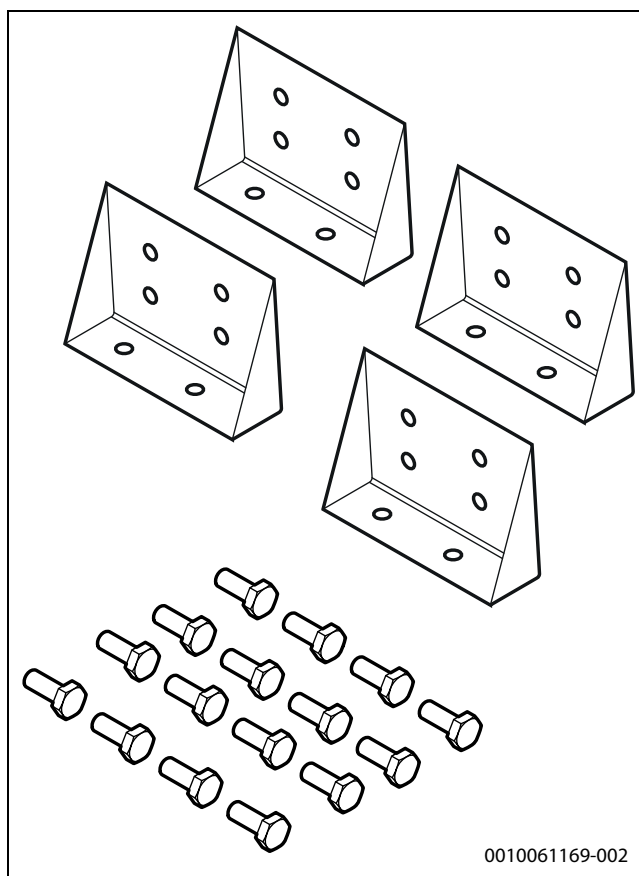

Fig. 32 Gulvbeslagsvinkel BBW 22-42
- [D] Gulvbeslagsvinkel BBW 22-42 → fig. 32, side 20